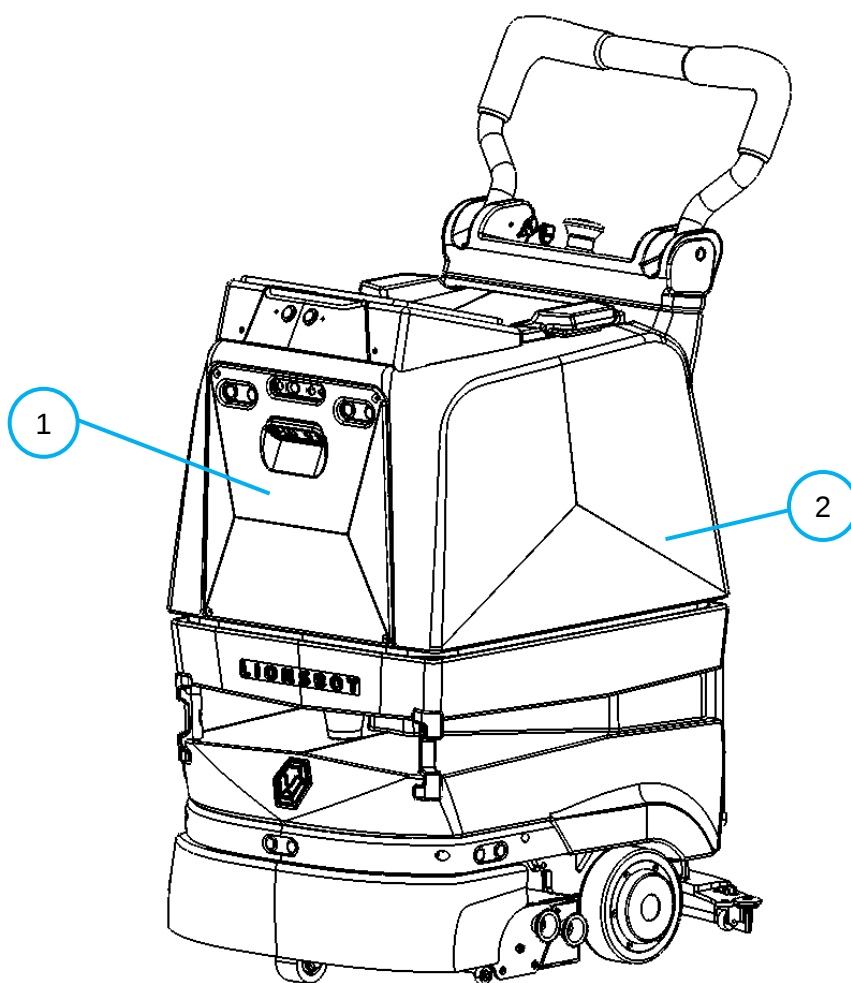

Fig. 1
- Appuyez sur le bouton de réinitialisation (cercle bleu de la Fig.1 en surbrillance) pour remettre le robot dans un état utilisable.
Le SCRUB R3 est équipé d'une bande de LED sur les côtés (Fig 1 - 2). Les voyants LED aident à communiquer les différents états du robot - par exemple, lorsque le robot est en arrêt d'urgence, tous les voyants clignotent en rouge.
Le panneau des yeux (matrice de LED, Fig. 1 - 1) traduit l'humeur ou l'émotion du LeoBot. Les yeux apparaissent heureux, tristes ou fatigués en fonction des circonstances et de l'état du robot.